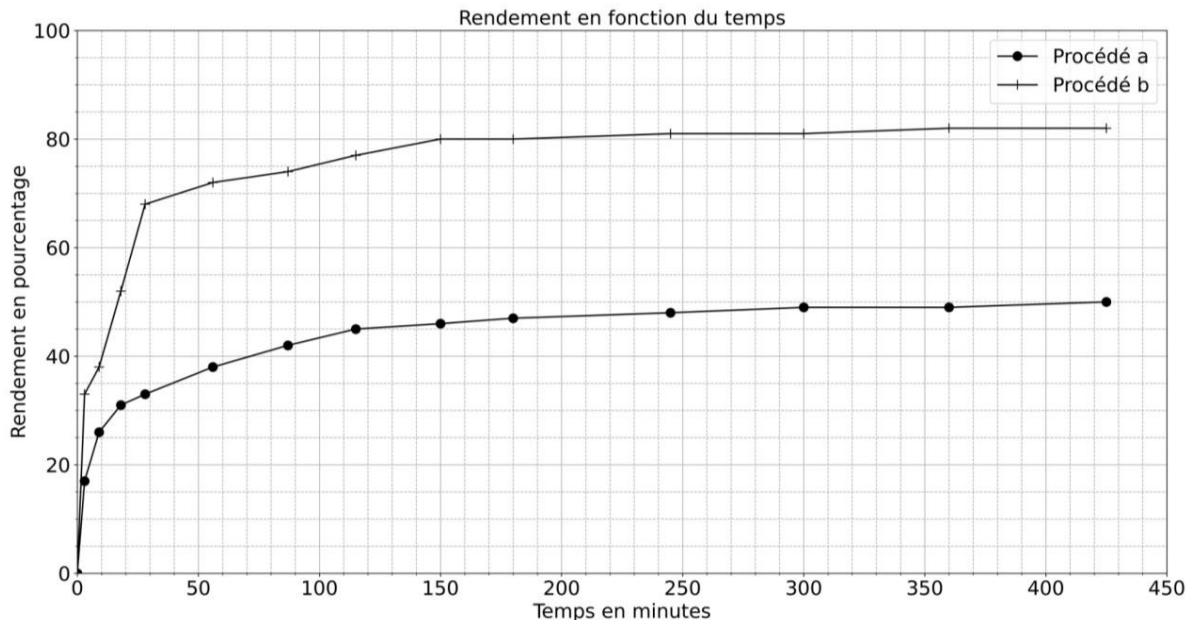

Figure 4. Évolution temporelle du rendement de la réaction d'estérificationsuivant le procédé a ou b.
La synthèse de lactate d'éthyle est réalisée dans un ballon équipé d'un réfrigérant. Les quantités suivantes de réactifs sont introduites dans le réacteur : 66,7 g d'éthanol et 39,1 g d'acide lactique. 0,33 g d'acide sulfurique est ajouté aux réactifs. Le milieu réactionnel est agité au moyen d'un agitateur magnétique et porté à la température de 80 °C. Le rendement en lactate d'éthyle en fonction de la durée de la réaction est représenté sur la figure 4.
La synthèse de lactate d'éthyle est réalisée de la même manière que pour le procédé a mais en ajoutant un solvant d'extraction aux réactifs. Le rendement en lactate d'éthyle en fonction de la durée de la réaction est représenté sur la figure 4.
- C.3.** En utilisant la figure 4, comparer les rendements obtenus par les deux procédés et indiquer le procédé le plus efficace. 1